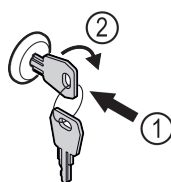

Fig. 152 Immagine a titolo di esempio
- Inserire la chiave Fig. 152 (1).
- Ruotare la chiave di 90° in senso orario Fig. 152 (2).